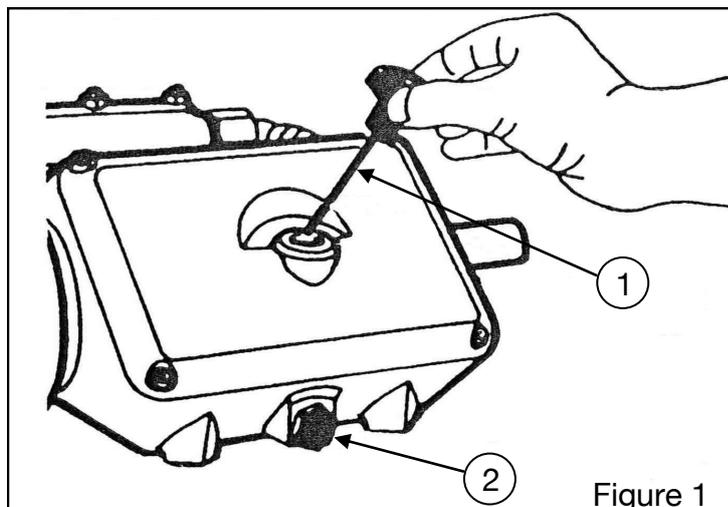

Figure 1
- De la pompe GAMA (figure 1)
- Vidanger et remplacer l'huile de la pompe et de son réducteur (figure 1 et 2).